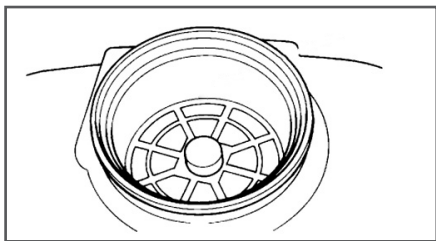

Рис. 7 Сетчатый фильтр бака для химикатов
8. Залить раствор в бак для химикатов через сетчатый фильтр (Рис.7). В случае проливания раствора незамедлительно вытрите насухо поверхность распылителя.